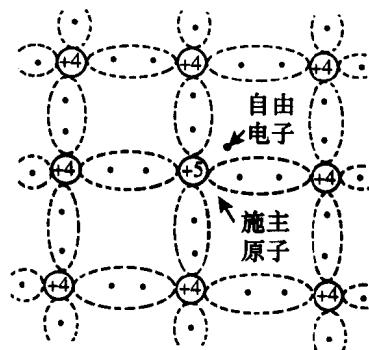

图 1-2 N 型半导体结构示意图
1) N型半导体 掺入5价元素(磷、锑等)杂质原子就替代了晶格中某些硅原子的位置，它的五个价电子中有四个与周围的硅原子结成共价键，多余的一个电子处在共价键外，可以被激发成自由电子。由于杂质原子可以提供电子，故称为施主。如图1-2所示。